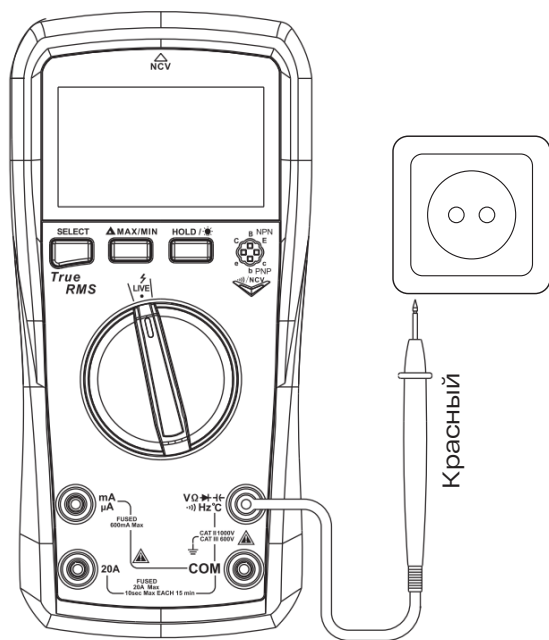

Рис. 9. Определение токоведущего или нейтрального провода
10. Измерение токоведущего или нейтрального провода (см. рис. 9).